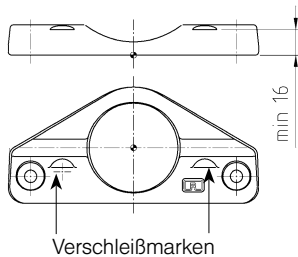

Bild 2
- die Zugösenauflage ist auf Verschleiß zu prüfen (**Bild 2**) sind die Verschleißmarken erreicht **min. 16 mm** dann Austausch der Zugösenauflage